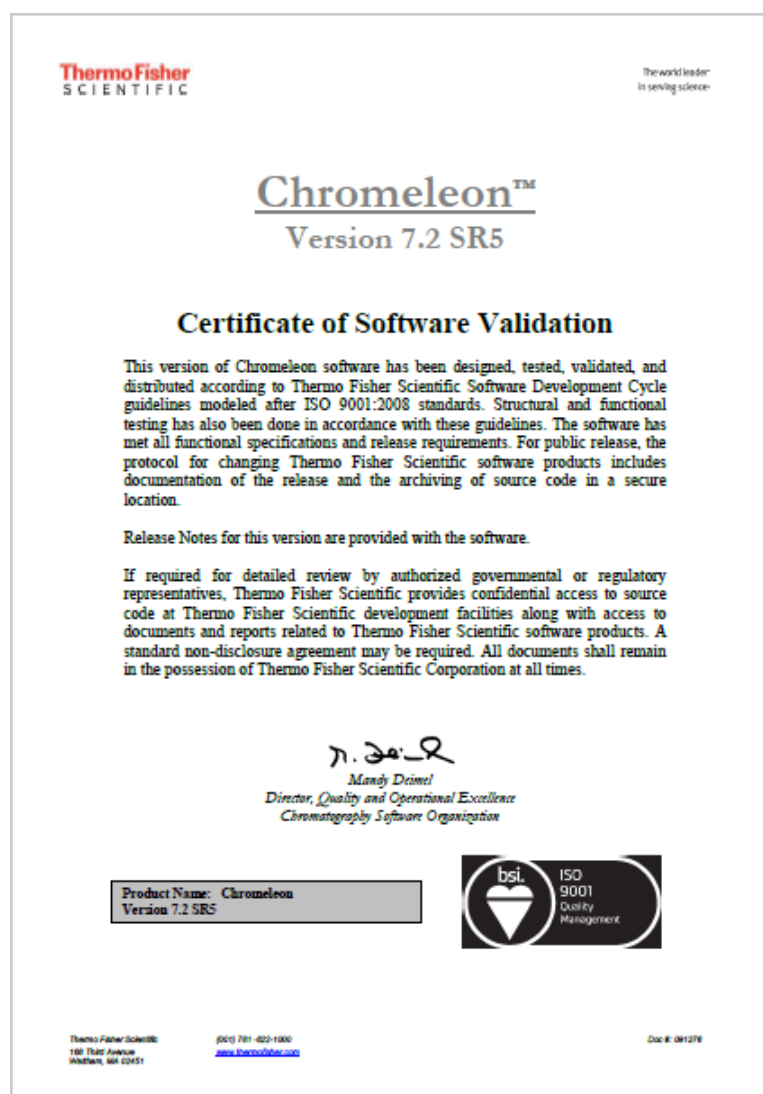

Figura 1. Thermo Fisher Scientific incluye una copia electrónica del Certificado de Validación en los medios de distribución del software.
- Certificado de Validación del Software (Figura 1), que está incluido en los medios de distribución con el software.